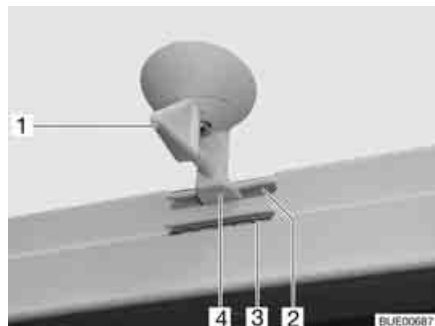
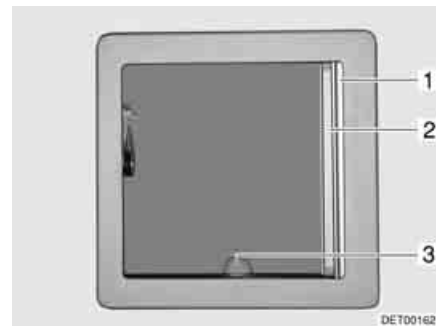

Fig. 65 Oblò inclinabile, bloccaggio
Fig. 66 Oblò inclinabile
- Ruotare la leva (Fig. 65,1 o Fig. 66,3) di un quarto di giro.
- Girare la leva di un quarto di giro. Il bloccaggio (Fig. 65,4) deve entrare nella feritoia inferiore (Fig. 65,3).
- Girare la leva di un quarto di giro. Il bloccaggio (Fig. 65,4) deve entrare nella feritoia superiore (Fig. 65,2).
- Tirare la tendina oscurante pieghevole (Fig. 66,1) fino alla posizione desiderata e rilasciare. La tendina oscurante pieghevole rimane in questa posizione.
- Estrarre la zanzariera a rullo (Fig. 66,2) fino a quando non scatta il bloccaggio dalla parte opposta.